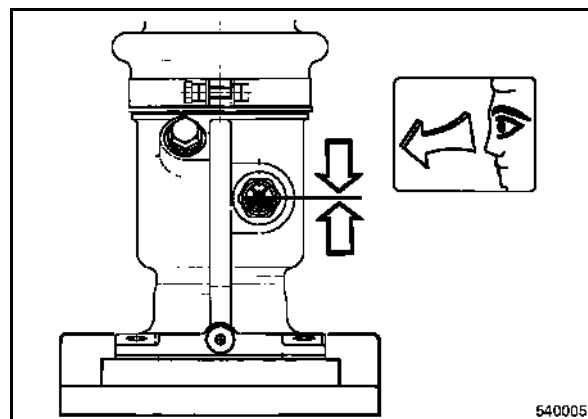

fig. 58
- Nettoyer le regard (fig. 58) et vérifier le niveau d'huile.